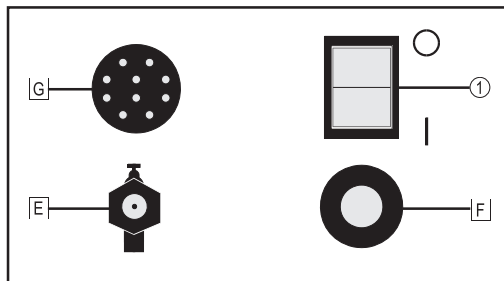

Abb. 5 Geräte-Rückseite
(1) **Netz- Hauptschalter** (siehe Abb. 5)